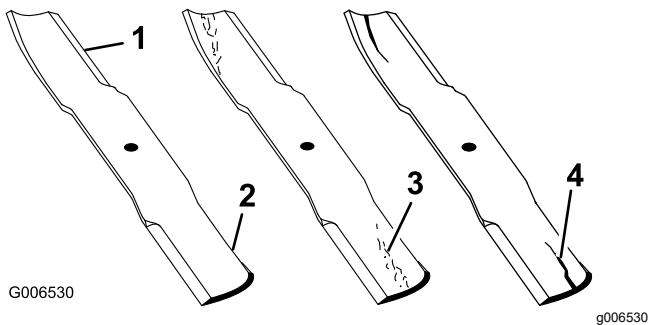

Bild 29
2. Prüfen Sie die Schnittkanten des Messers sorgfältig, insbesondere dort, wo die geraden Flächen die gebogenen berühren (Bild 29). Da Sand und anderes reibendes Material das Metall abschleifen kann, das die flachen mit den gebogenen Teilen verbindet, müssen Sie das Messer vor jedem Einsatz der Maschine prüfen. Wenn Sie Abnutzungen (Bild 29) feststellen, tauschen Sie das Messer aus, siehe Entfernen und Einbauen der Messer \(Seite 19\).
Wenn sich das Messer abwetzen kann, bildet sich ein Schlitz zwischen dem Windflügel und dem flachen Teil des Messers (Bild 29). Zuletzt kann sich ein Stück des Messers lösen und aus dem Gehäuse herausgeschleudert werden. Das kann zu schweren Verletzungen bei Ihnen selbst und Unbeteiligten führen.